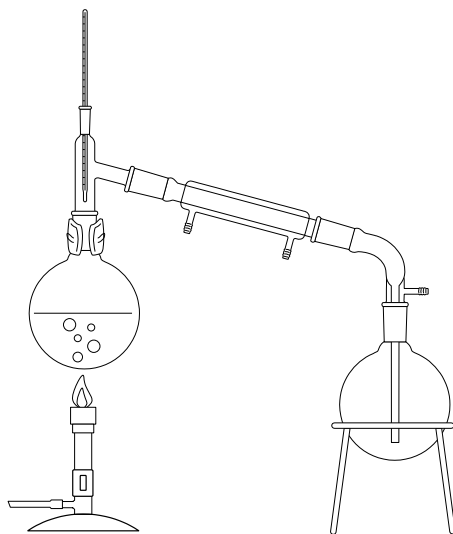

Figura 4 – Montagem do sistema de destilação simples.
- 2- Monte o sistema de destilação simples, conforme Figura 4. Caso tenha dúvidas pergunte ao professor.